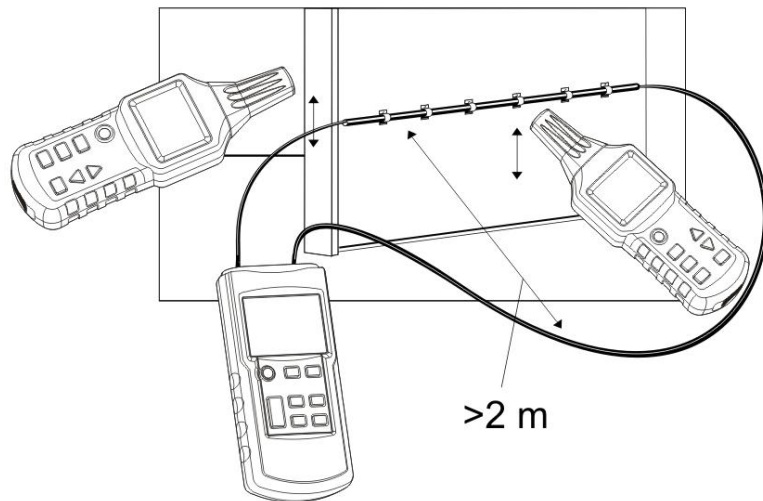

图 3-2-4
在双极应用中如果采用多芯线电缆中的芯线做回线 (如 NYM 3×1.5mm²), 则探测深度会受到很大的限制。其原因是, 由于馈线和回线相邻很近, 由此造成磁场的严重失真。在狭窄部位不能够建立足够强的磁场。如果采用单独的回线, 则这个问题就会很容易地得到解决。单独的导体使得磁场可以更强地扩散。回线可以是任意导线或线缆盘。重要的是馈线和回线之间的距离要大于埋设深度。在实际工作中往往是 2 米或更大。如图 3-2-4。
- ✓ 按照图 3-2-4 所示连接发射机;